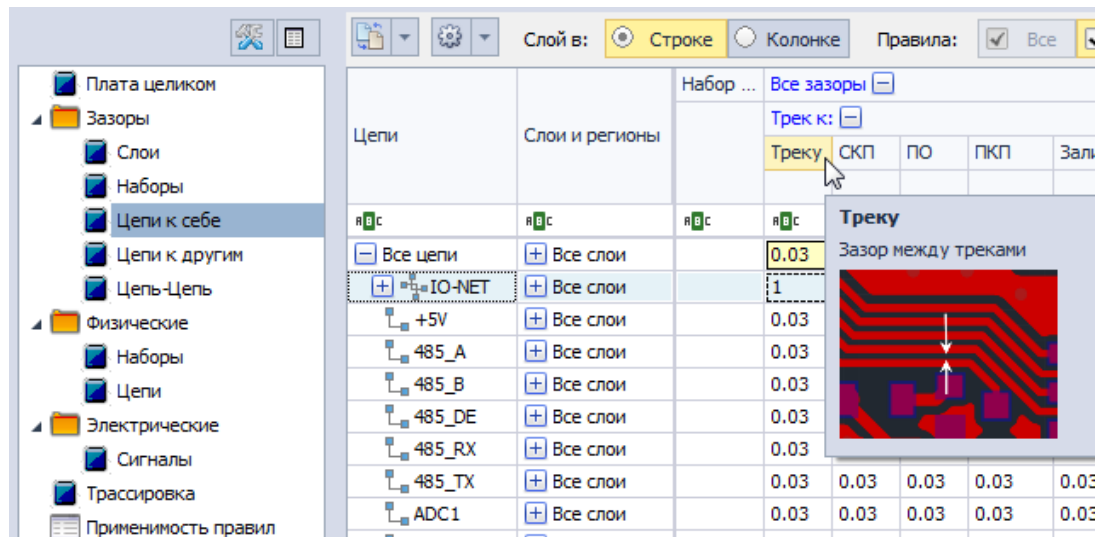

Рис. 4 Зазор между треками одной цепи
- Зазор между треком и треком, входящим в состав одной цепи обозначается как «Трек к Треку», см. Рис. 4.